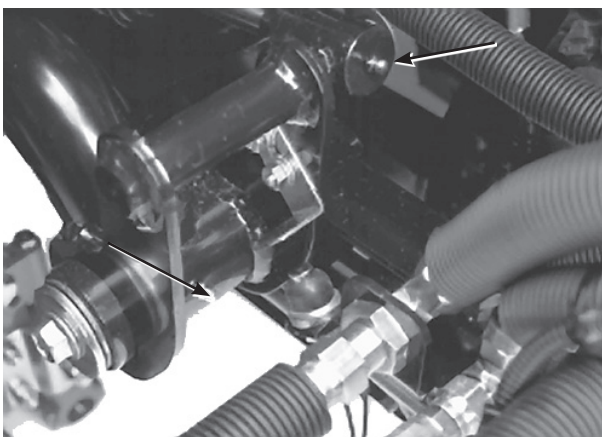

图 31
- ・ 後昇降アームのピボット昇降シリンダ (2か所; 図31)